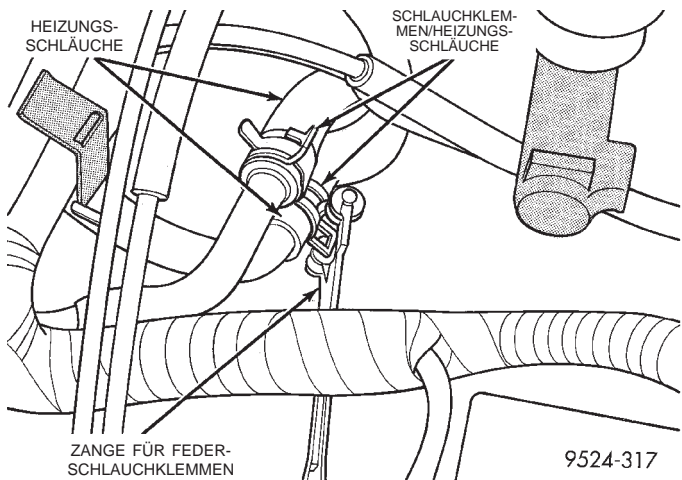
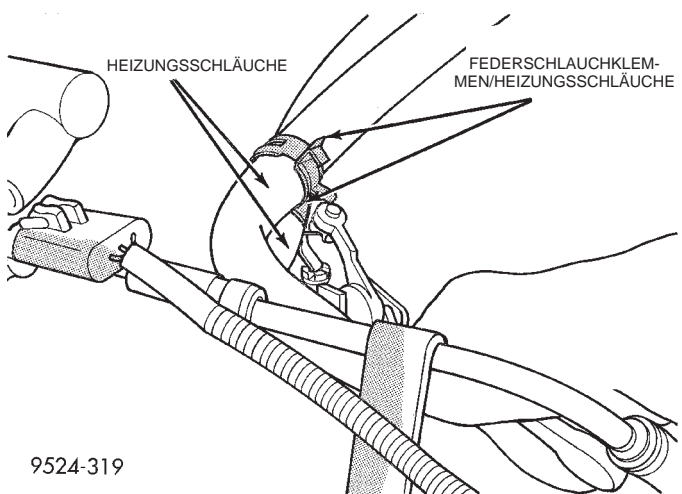

Abb. 55 Anschluß der Heizungsschläuche am Motor
Abb. 56 Anschluß der Heizungsschläuche am Wärmetauscher der Heizung
(1) Motorkühlmittel ablassen. Näheres hierzu siehe Kapitel 7, "Kühlsystem".
(2) Mit einer geeigneten Zange die Schlauchklemmen an den beiden Enden des Schlauchs lösen, der abgebaut werden soll (Abb. 55) und (Abb. 56).
(3) Schlauch vorsichtig nach vorn und hinten drehen und hierbei langsam vom Anschlußnippel abziehen.
(3) Ansaugluftsammler ausbauen. Näheres hierzu siehe Kapitel 11, "Auspuffanlage und Ansaugkrümmer".
(4) Mit einer geeigneten Zange Schlauchklemmen an den beiden Enden des Schlauchs lösen, der abgebaut werden soll (Abb. 56).
(5) Schlauch vorsichtig nach vorn und hinten drehen und hierbei langsam vom Anschlußnippel abziehen.